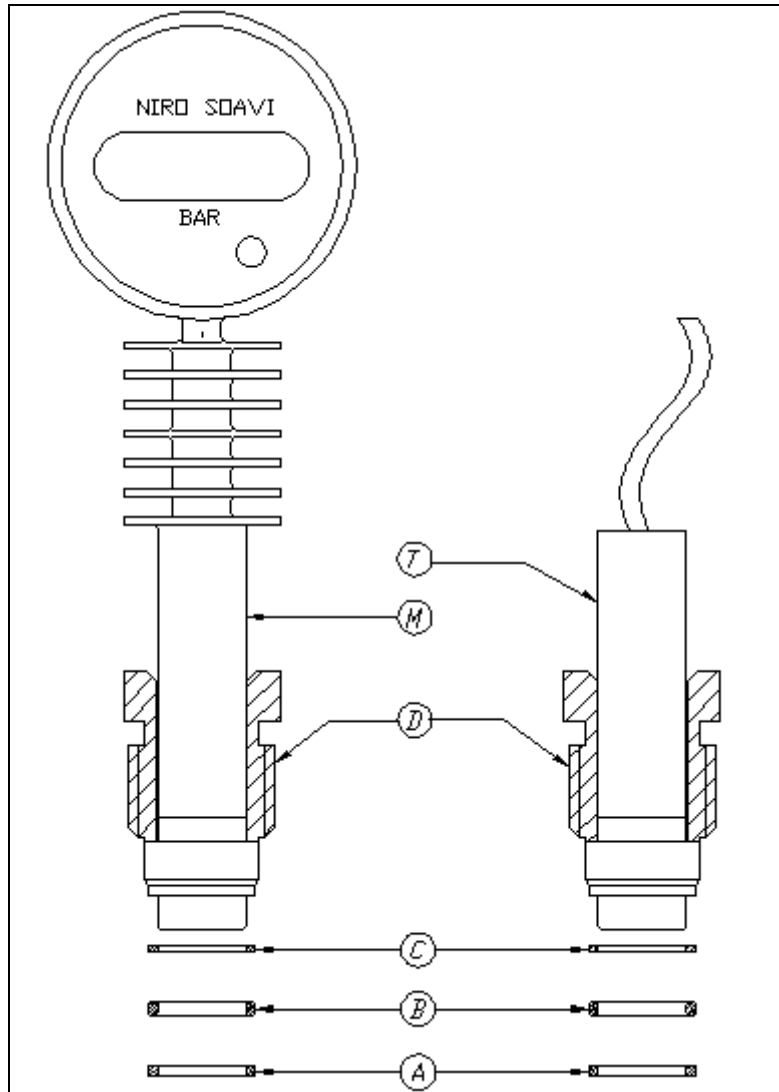

ABBILDUNG 4.6.4
Bei Hochdruckausführungen, die mit einem Messwertgeber (T) oder einem Digitaldruckmesser (M) ausgestattet sind (siehe Abbildung 4.6.4), erfolgt die Blockierung des Geräts über eine Gewindestange (D).
Für den Einbau wie folgt vorgehen (Abbildung 4.6.4):